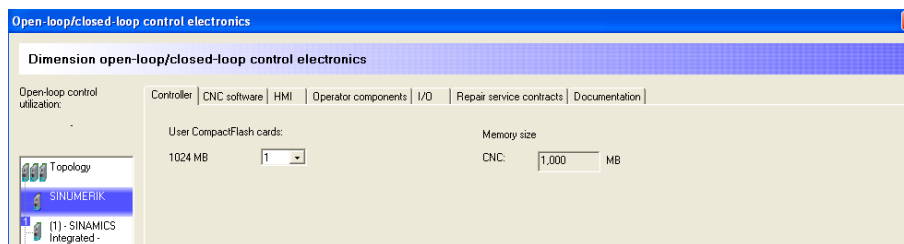

Figura 3.2.114 “Dimension open-loop/closed-loop control electronics SINUMERIK”
- *SINUMERIK*: en este segundo nivel se han seleccionados los extras y personalizaciones que se pueden realizar a este controlador. En este caso la ventana de trabajo que muestra Sizer (figura 3.2.114), está dividida en varias pestañas, *Controller*, *CNC software*, *HMI*, *Operator components*, *I/O*, *Repair service contracts*, *Documentation*.
- **Controller** (figura 3.2.114): esta pestaña hace referencia al tamaño de memoria del CNC (control numérico), la cual de serie viene equipada con 1 MB. Y ofrece la posibilidad de aumentar la capacidad de memoria del CNC mediante tarjetas *CompactFlash* de 1024 MB de memoria. Para esta configuración se ha añadido una tarjeta *CompactFlash*, ya que no es necesaria más cantidad de memoria para almacenar la programación de la fresadora.